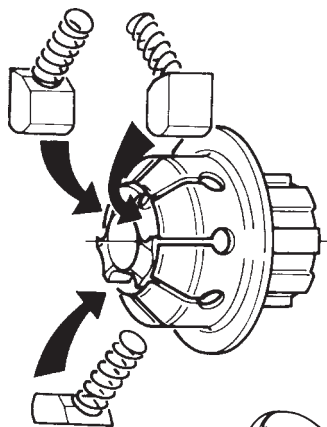

Fig. 60
- Dopo avere provveduto alla pulizia o all'eventuale sostituzione di cricchetti, molle e dell'anello OR procedete col rimontarli sul corpo posizionandoli nelle loro sedi come illustrato (Fig. 60).
- After cleaning and replacing pawls, springs or the O-ring if necessary, reassemble them on the body in their seats as shown (Fig. 60).
- Nach der Reinigung oder dem eventuellen Austausch der Klinken, der Federn und des OR Rings, diese wieder auf den Körper montieren und wie abgebildet in ihre Sitze positionieren (Abb. 60).
- Après avoir nettoyé ou éventuellement remplacé les cliquets, les ressorts et le joint torique, remontez-les sur le corps en les positionnant dans leurs logements comme illustré (Fig. 60).
- Tras limpiar o, de ser necesario, sustituir las carracas, los muelles y la junta tórica, volver a colocarlos en el cuerpo, metiéndolos en sus asientos como está descrito (Fig. 60).
- Maak pallen, veertjes en O-ring schoon en vervang ze indien noodzakelijk. Plaats ze terug in de body op de manier zoals aangegeven (fig. 60).